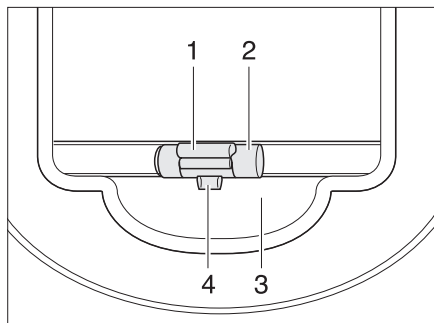

Fig. 24 Store occultant
- Tirer le store occultant vers le bas par la poignée (Fig. 24,2) et le laisser se verrouiller.
- Tirer légèrement le store occultant vers le bas par la poignée (Fig. 24,2) et pousser la barre de déverrouillage (Fig. 24,1) vers l'extérieur. Le verrouillage touches (Fig. 24,4) se détache du logement (Fig. 24,3).